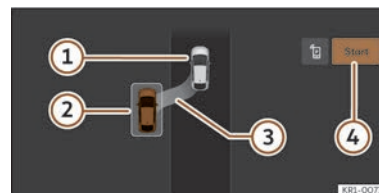
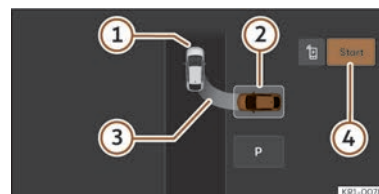

Abb. 152 Am Bildschirm des Infotainment-Systems: Position zum längs einparken.
Abb. 153 Im Bildschirm des Infotainment-Systems: Position zum quer einparken.
>>> (Abb. 152), >>> (Abb. 153)
- ① Eigenes Fahrzeug
- ② Erkannte Parklücke
- ③ Anzeige des vorgeschlagenen Einparkzugs
- ④ Einparkmanöver einleiten
• Prüfen Sie anhand der Anzeige im Bildschirm des Infotainment-Systems, ob die Parklücke als „geeignet“ erkannt wurde und ob die korrekte Position zum Einparken erreicht wurde >>> (Abb. 152), >>> (Abb. 153). Halten Sie das Fahrzeug an und befolgen Sie die Anweisungen im Infotainment.
• Fahrzeug anhalten, bremsen und nach einer kurzen Wartezeit Funktionsfläche **Start** ④ im Infotainment-System antippen.